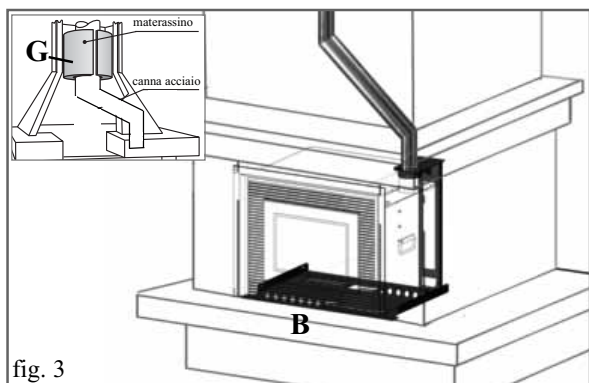

fig. 3
N.B. per un corretto montaggio, posizionare le pareti in modo che le frecce incise sulle stesse non siano visibili sul lato frontale, ma risultino entrambe nella parte posteriore. Inoltre le pieghe delle pareti dovranno essere rivolte verso il fronte del supporto (fig. 3).